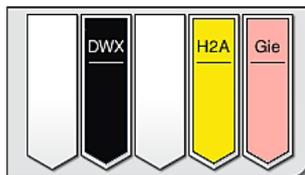

図 87
- ラックは、染色処理終了後に取出し用待機槽 (→「図 19-4」) の空いた場所に移されます (→「図 87」)。処理の終了は、情報メッセージと信号音でユーザーに通知されます。